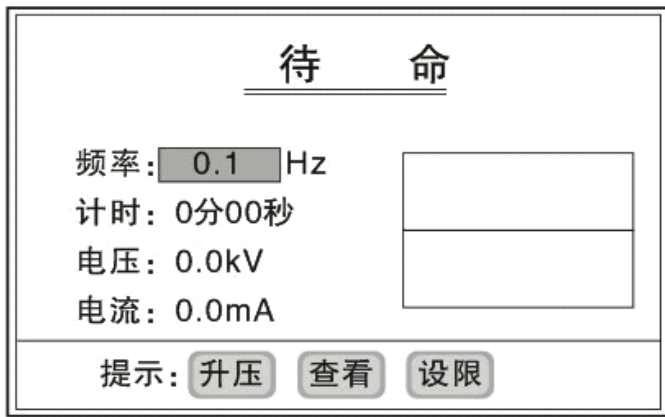

图6 (待命界面)
(C) 点击“返回”键，仪器进入图 6 所示的升压待命界面。
按图 6 点击升压键后, 仪器在电脑的控制下, 按如下流程进行升压试验: 自检→升压→等幅输出→停机
凡是通过了定时停机、点击“停机”键进行的停机、过压保护停机、以及过流保护停机的数据仪器自动将其保存为历史数据。最多能保存九次测量的数据，九次以前的将自动删除。点击图 6 中的“查看”键，可查看最近九次试验的历史数据